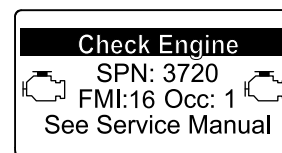

Figure 97
- Si le code d'anomalie moteur SPN 3251 FMI 0, SPN 3720 FMI 0 ou SPN 3720 FMI 16 s'affiche dans l'InfoCenter (Figure 97), nettoyez le filtre à suie en procédant comme suit :